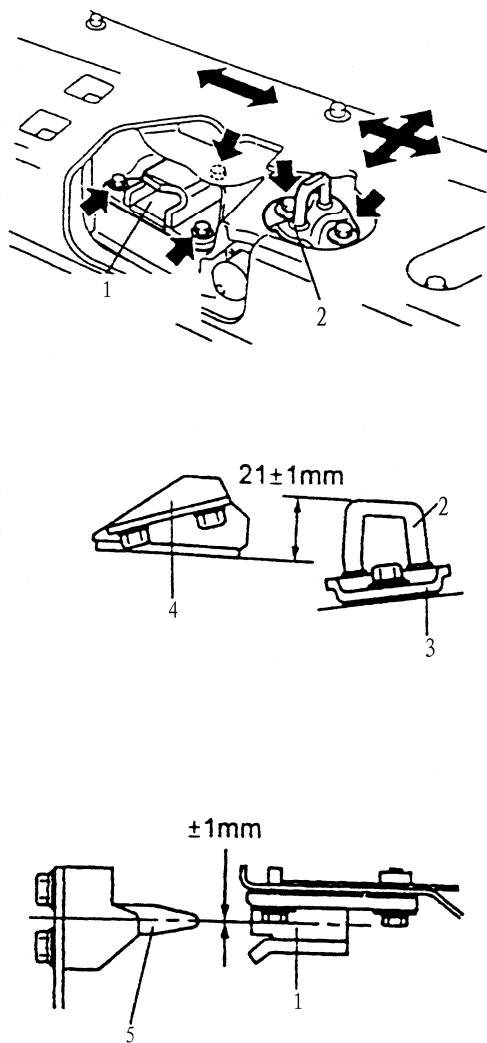

图 12-72 调整备胎架
①备胎装上后，实施调整。
②若备胎架锁门与备胎架锁扣啮合不良时，如图 12-72 所示，前/后或左/右移动备胎架锁门进行调整。若校准不正确，则调整备胎架锁门下方的垫片。
③若备胎架防震门与备胎架防震扣啮合不良时，如图 12-72 所示，左/右移动备胎架防震门或备胎架防震扣进行调整。若校准不正确，则调整备胎架防震门下方垫片，上/下移动备胎架防震扣来调整。
(2) 备胎架把手间隙检查